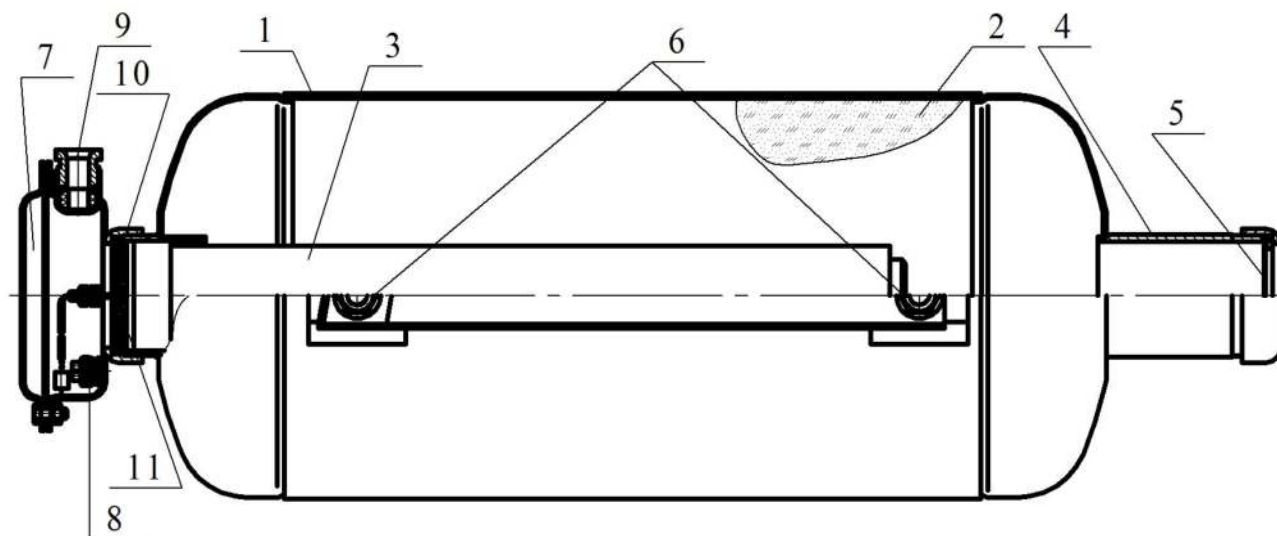

Рисунок 1
1.4.1.1 МПП (см. рисунок 1) состоит из корпуса **1**, в котором размещаются огнетушащий порошок (ОП) **2** и источник холодного газа (ИХГ) **3**. В передней части корпуса находится насадок-распылитель **4**, выходное отверстие которого перекрыто мембраной **5**. На боковой поверхности корпуса имеются четыре резьбовые оси **6** для крепления опор, обеспечивающих регулирование угла наклона МПП и его установку на стапеле.